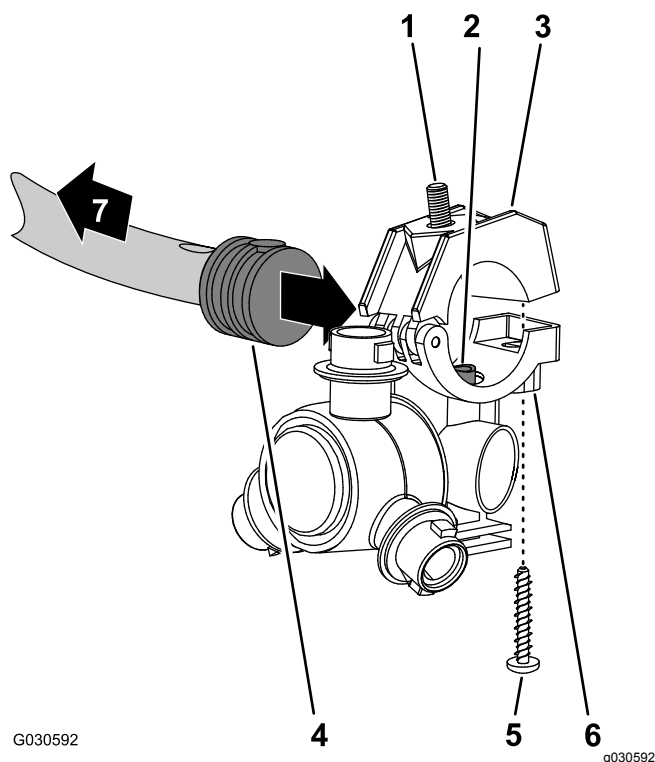

図 77
- 12 3本ブーム用のノズルホースを取り外す (ページ 29)で取り外した散布ノズルについて、ノズルのサドルに付いているトランスファチューブ 図 77を、片側バープ付きホースシャंक $\frac{1}{2}$ "の側面の穴に合わせる。
- バープ付きホースシャंकにホースクランプの上半分をセットし、クランプとノズルボディ 図 77を、ステンレスねじ#12 x  $1\frac{1}{4}$ "で固定し、2.262.82 N·m0.250.3kg.m = 2025in-lbにトルク締めする。